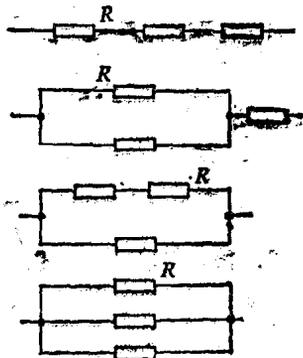

图 1.2
8. 可以组成如图1.2所示的4种电路, 若分别求其合成电阻, 则等于以下各值: